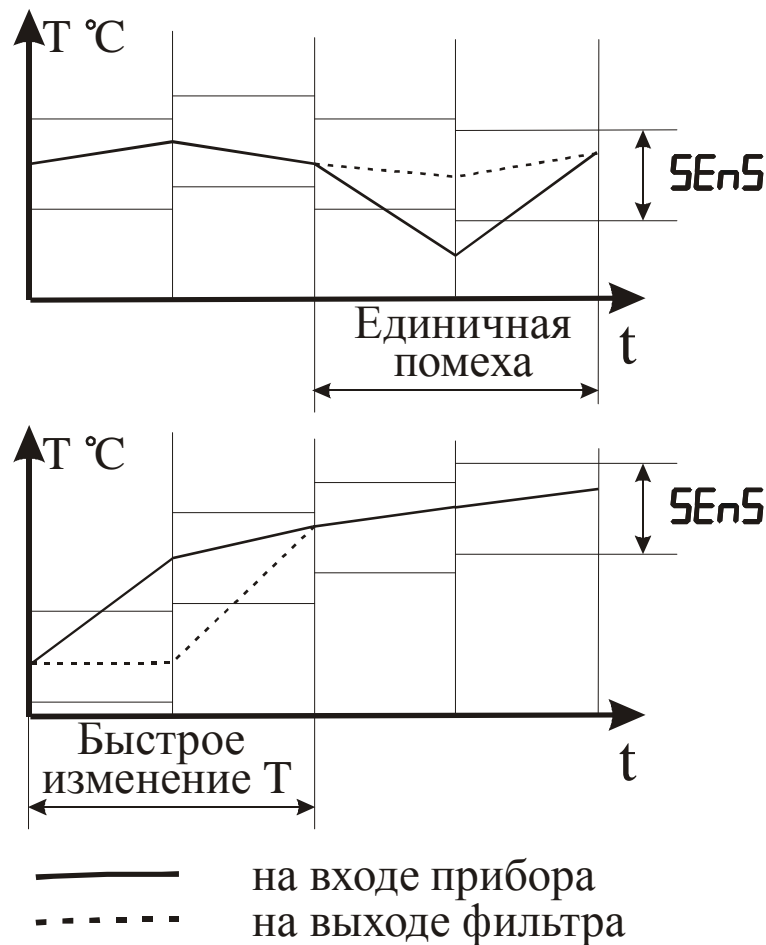

Рисунок 3.8 – Работа фильтра при воздействии случайной помехи и быстром изменении сигнала
3.3.3.7 С целью уменьшения влияния случайных импульсных помех на показания в прибор введена цифровая фильтрация. Работа фильтра описывается параметром "Полоса фильтра". Если текущее значение температуры или влажности отличается от результатов предыдущего измерения на значение, которое превышает указанное в параметре "Полоса фильтра", то проводится повторное измерение параметра, а на индикаторе остается старое значение (см. рисунок 3.8). О повторном измерении свидетельствует мигание светодиодного индикатора "К" зеленого свечения по соответствующему каналу.